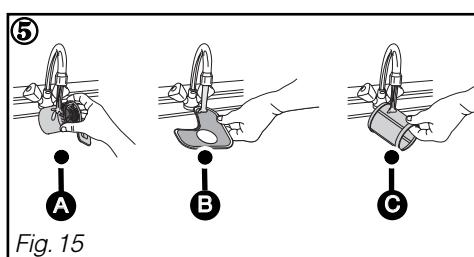

Fig. 15
**②** Dévissez d'un quart de tour le filtre à déchets puis le retirer **A**.
**③** Retirez le filtre principal **B**.
**④** Retirez le tamis micro filtre **C**.
**⑤** Nettoyez soigneusement les filtres **A**, **B** et **C** sous l'eau courante. (Fig. 15)